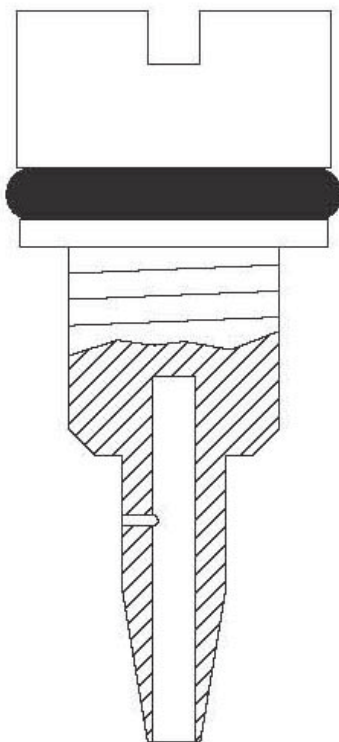

Fig. 14
5.2.1 Démontage et nettoyage de la vis de réglage de sensibilité (voir Figure 14) :